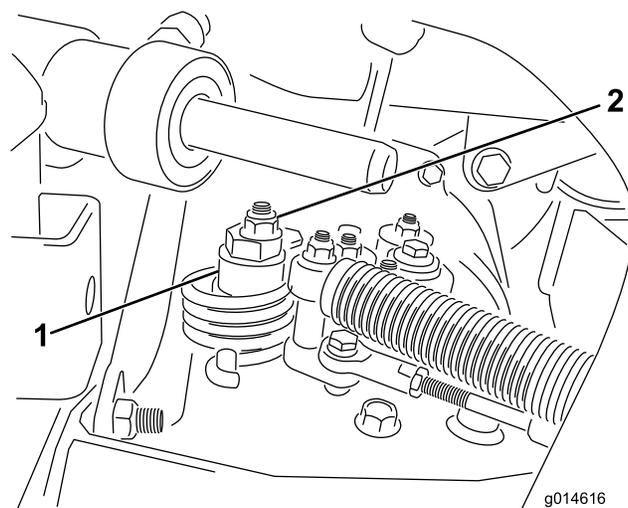

図 41
- 偏芯ナットをハイドロスタット上部に止めているナットをゆるめる 図 41。
- どちらにも車輪が回らないように偏芯ナットを回して調整する。調整ができれば固定ナットを締める 図 41。スロットル低速 および高速位置で調整が正しいことを確認する。